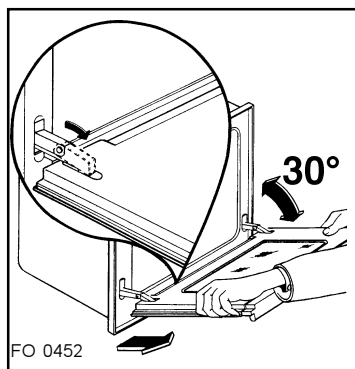

Fig. 7
- refermez la porte de façon à lui faire toucher les languettes, pousser de nouveau la porte comme si vous vouliez la fermer et tirez-la vers l'extérieur en l'enlevant de son support (Fig. 7);